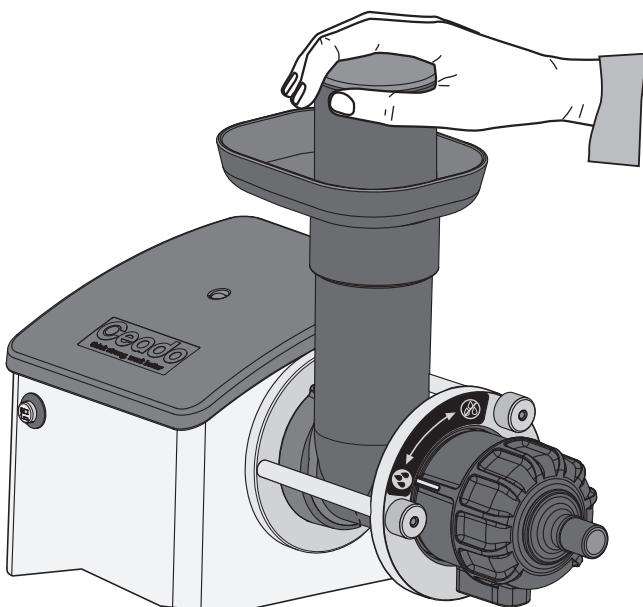

Fig. 3
- 5** Usando il pestello in dotazione, spingere gradualmente la frutta e/o la verdura in fondo al tubo di alimentazione verso la coclea in rotazione (vedere Fig. 3). Per ottenere più succo spingere sempre il pestello lentamente. Non inserire frutta e/o verdura quando il motore è spento.